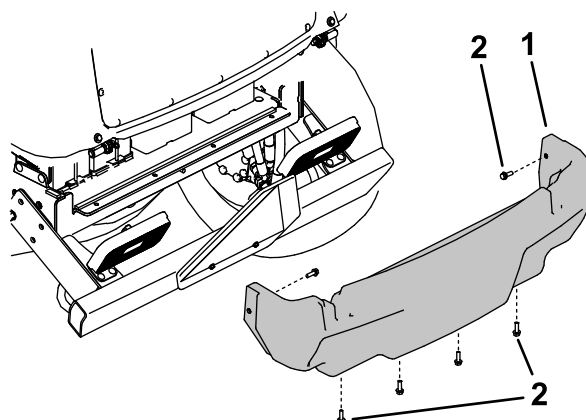

Figure 102
5. Retirez les 6 vis à embase qui fixent le carénage au cadre et déposez le carénage arrière (Figure 102).
4. Reposez le carénage arrière (Figure 102).